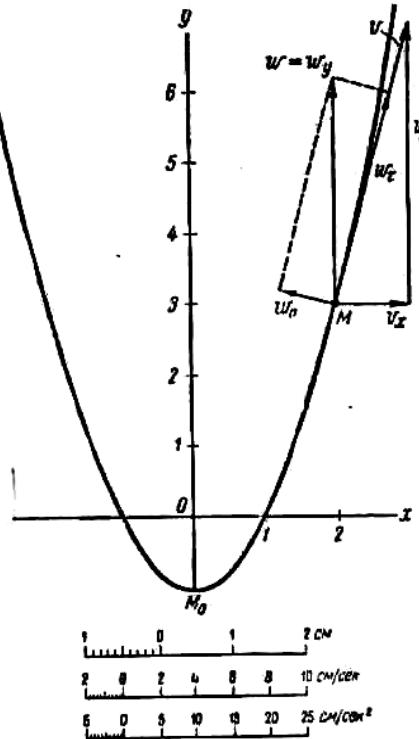

Рис.1
Пользуясь уравнением (2), вычерчиваем траекторию (рис.1) и показываем на ней положение точки M в заданный момент времени. Вектор \vec{v} строим по составляющим \vec{v}_x и \vec{v}_y , причем этот вектор должен быть направлен по касательной к траектории точки. Вектор